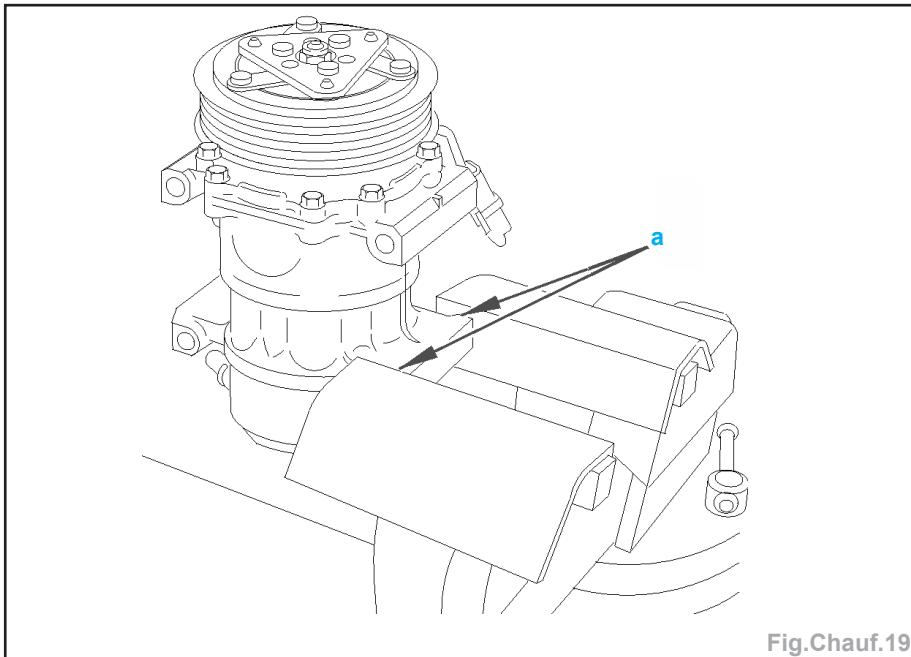

Fig.Chauf.19
- serrer le compresseur de réfrigération dans l'étau en (a) (Fig.Chauf.19).